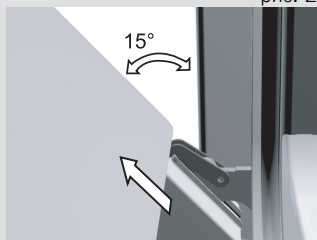

рис. 3
- Медленно закрывайте дверцу, пока фиксаторы не упрутся в прорези на дверце. Приблизительно при  $15^\circ$  (относительно закрытой дверцы) дверцу немного приподнимите и извлеките из гнезд шарниров на корпусе прибора (рис. 3).